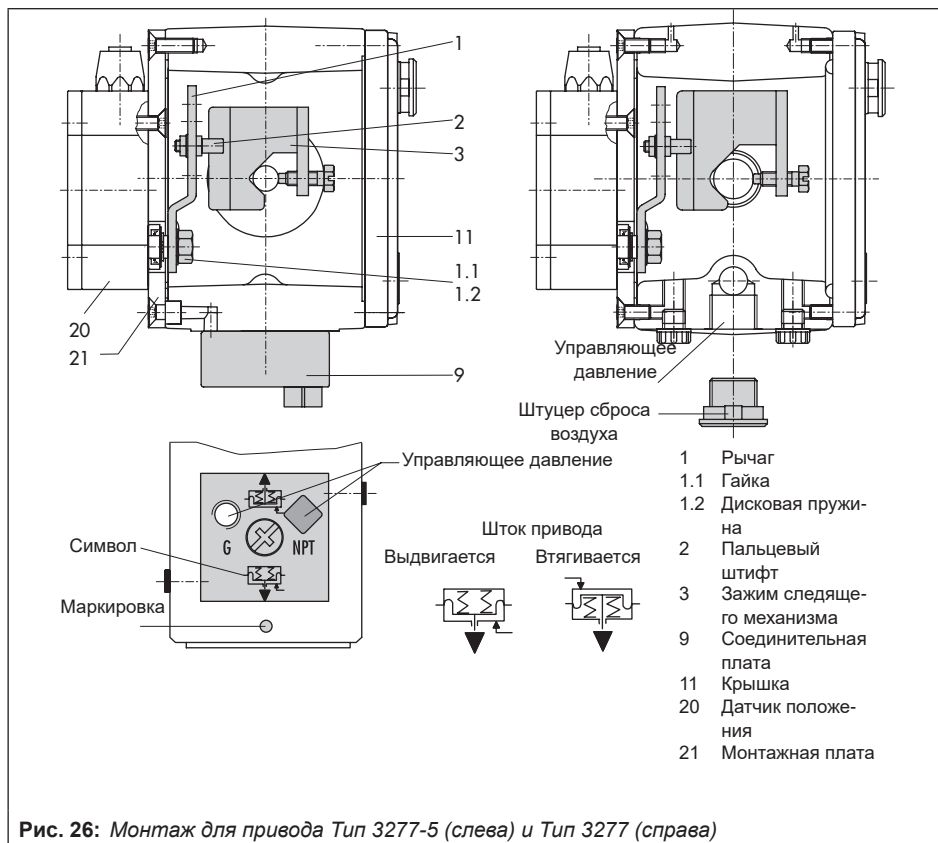

Рис. 26: Монтаж для привода Тип 3277-5 (слева) и Тип 3277 (справа)
Управляющее давление от позиционера по патрубку соединительной платы (9, рис. 26 слева) подаётся на камеру мембраны привода. Соответственно, сначала следует прикрепить соединительную плату (9) из навесного оборудования к раме привода.
- Поверните соединительную плату (9) таким образом, чтобы правильный символ положения безопасности "Шток привода выдвигается" или "Шток привода втягивается" располагался в соответствии с маркировкой (рис. 26, внизу).
- Следите за правильным расположением прокладки соединительной платы (9).